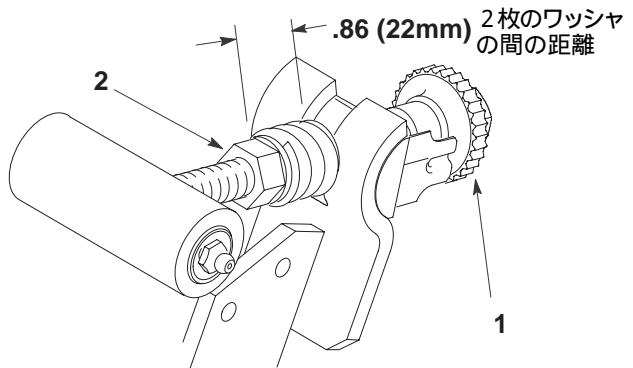

図17
1. 整備などの都合でSPAアセンブリ(図17)を分解した時は、組み立てに際してスプリングの長さを22mmに調整してください。調整は調整ナットを締めて行います。